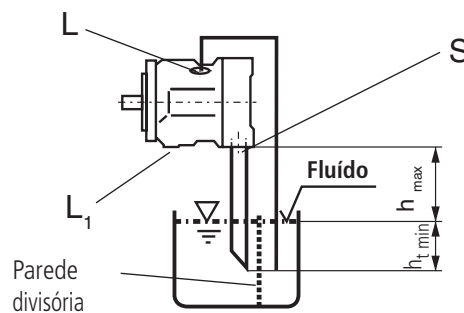

Fig. 4
Conexão "L" e eventualmente "S", com tubulação conforme Fig. 4, "L1" fechada. Condições conforme seção 1.2.1.
a) Montagem em cima do tanque conforme Fig 4.